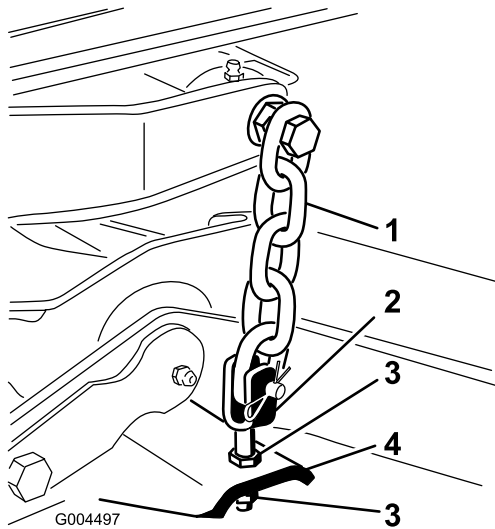

Bild 78
- Stellen Sie die Klemmmuttern ein, mit denen die hinteren Mähwerkabeln bzw. -messer befestigt sind, um das Mähwerk hinten anzuheben, sodass die Messerneigung auf 8 mm eingestellt ist (Bild 78).